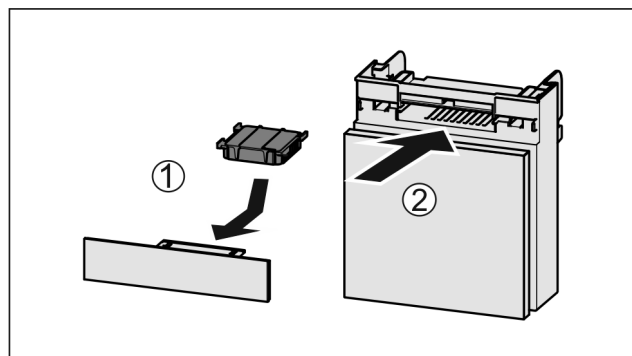

Fig. 159
- ▶ Helyezze be Fig. 159 (1) az aktív szén-szűrőt az ábrán látható módon.
- ▶ Tolja be Fig. 159 (2) a rekeszt.